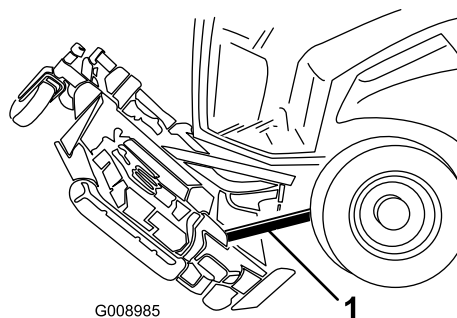

Bild 93
5. Schieben Sie ein Holz (2 x 4) zwischen das Heckmähwerk und die Maschine (Bild 93).